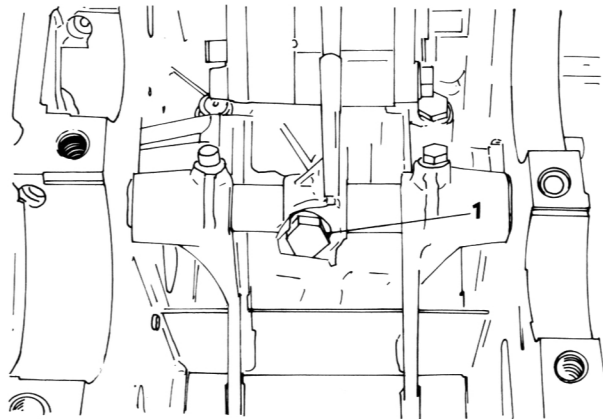

Bild 83
- Die Zapfen der Sicherungsscheibe («1» in Bild 83) an der mittleren Schaltgabel zurückbiegen.